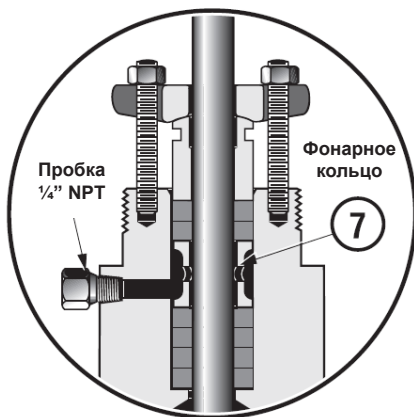

Рисунок 2. Соединение для смазочного устройства (дополнительно)
- J. Если имеется соединение для устройства обнаружения утечки, подключите его к боковому отверстию NPT в крышке корпуса. Если такое соединение отсутствует, плунжер с нормальной трубной резьбой 1/4 дюйма NPT должен оставаться на месте (рисунок 2).
- B. Установите прокладку кольца седла (11) и кольцо седла (14).